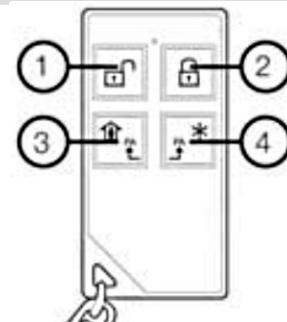

Рисунок 49. Кнопки брелока FW2-RMT-8F
2. **Брелок** – сначала удалить предыдущую регистрацию одновременным нажатием кнопок ② и ③ (см. рисунок 49). Регистрация – одновременно нажать кнопки ③ и ④;